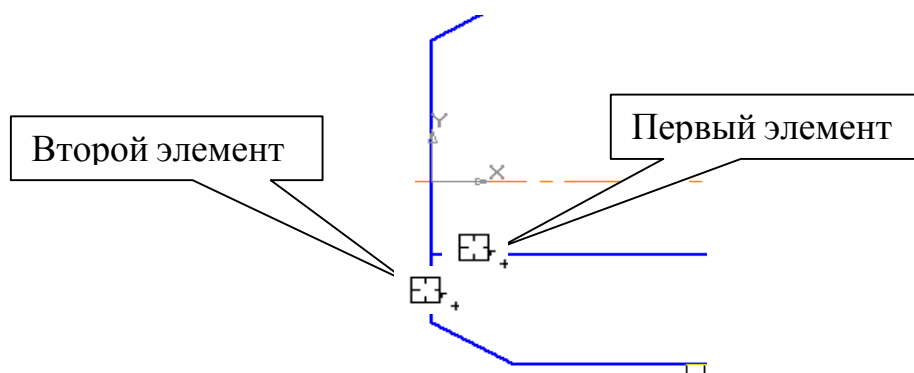

Рис. 15
- Для построения фаски с катетом 4 мм и углом 45° на панели *Геометрия* вызовите команду *Фаска* . Введите данные значения катета и угла. При выполнении фаски горизонтальный отрезок будет перестраиваться, а вертикальный не будет. Выберите, например, первым элементом горизонтальный отрезок, а вторым – вертикальный. В этом случае для второго элемента необходимо сделать активной кнопку *Не усекают второй элемент* . Укажите курсором вначале горизонтальный отрезок, а затем вертикальный, как показано на рис. 15.